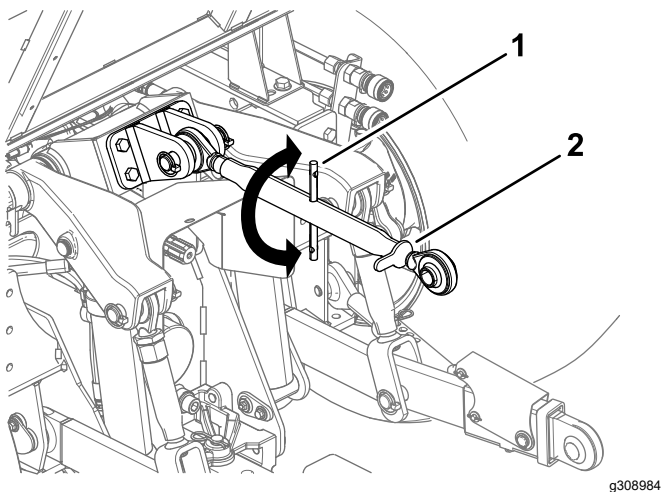

Figure 22
1. Desserrez l'écrou de blocage sur le bras supérieur (Figure 22).
3. Resserrez l'écrou de blocage (Figure 22).